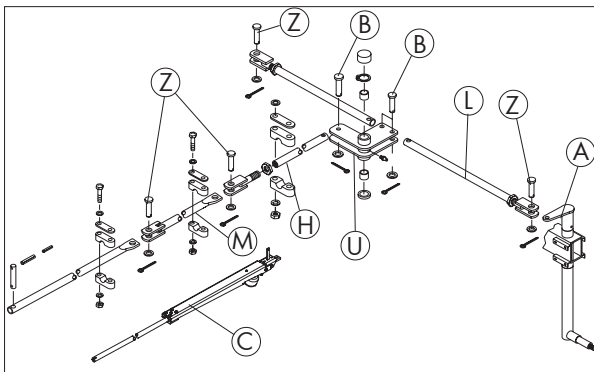

Bild 2-2
Die Steuerhebel (A) müssen in Fahrtrichtung nach vorne stehen (Bild 2-2). Dadurch stehen die Räder nach aussen. Verwenden Sie für die obige Montage die jeweils vormontierten Bolzen.